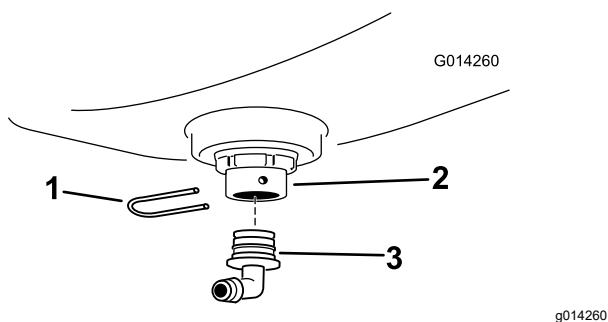

Figura 12
G. Instale uma união roscada de 90° na união do anteparo e fixe a união roscada com um retentor (Figura 12).